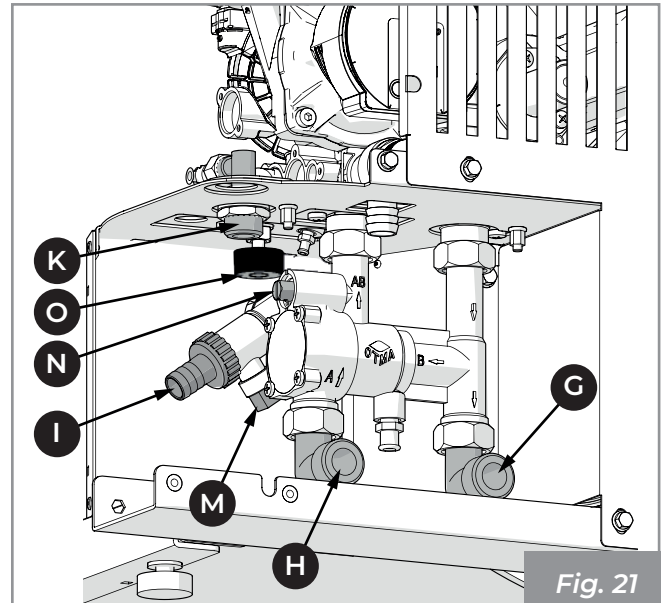

Fig. 21
6.4 Modalidad de carga/reintegro fluido a la instalación de la caldera (Fig. 21 ÷ Fig. 23)